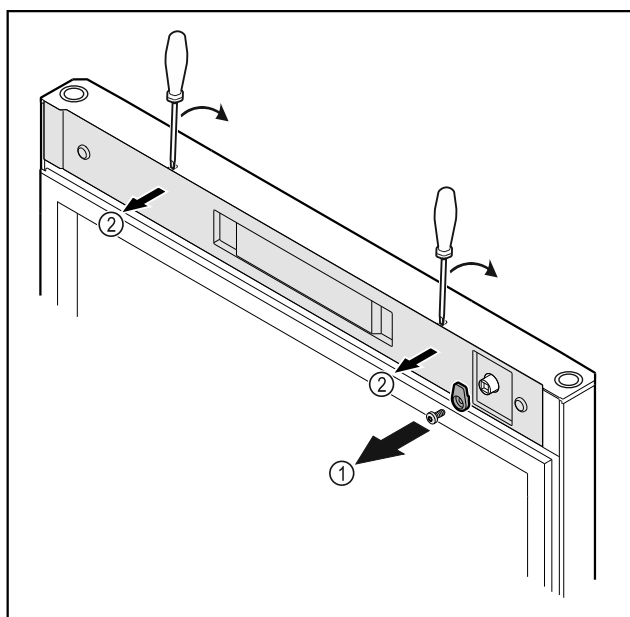

Fig. 12 *
- Deșurubați Fig. 12 (1) cârligul de închidere.*
- Deblocați apărătoarea Fig. 12 (2) cu o șurubelniță mică și detașați-o.*